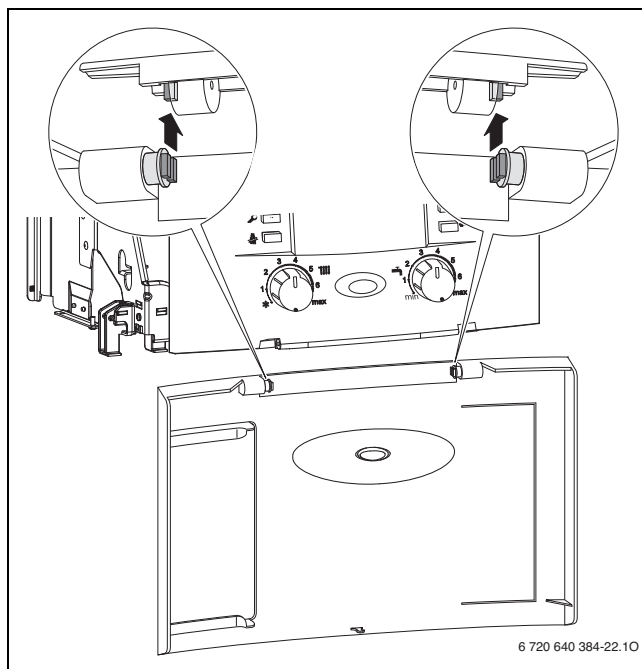

Fig. 11
- ▶ Controllare il senso dell'ammortizzatore (→ v. fig. 11).